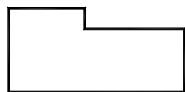
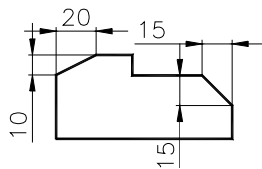

Fig. U6.33
Fig. U6.34
7. Desenul din Fig. U6.33 trebuie adus la forma din Fig. U6.34. Specificați care dintre comenzile de mai jos permit aceste teșiri: